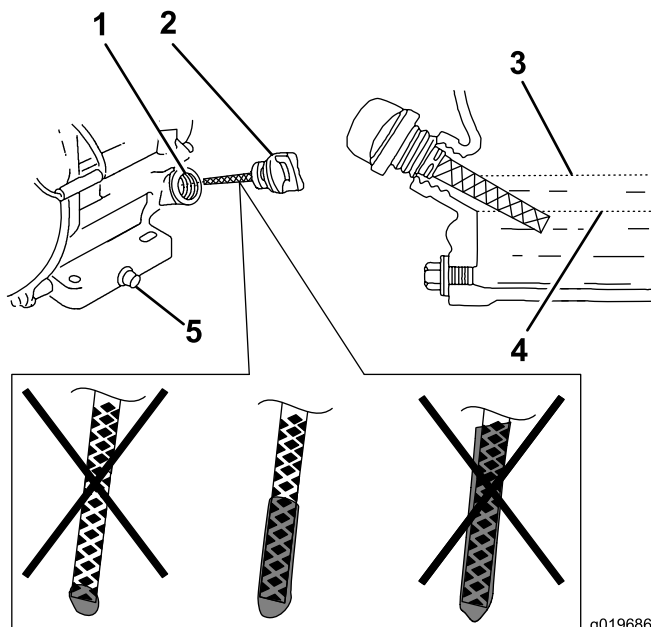

図 30
6. ディップスティックを抜いてエンジンオイルの量を点検する図 30。